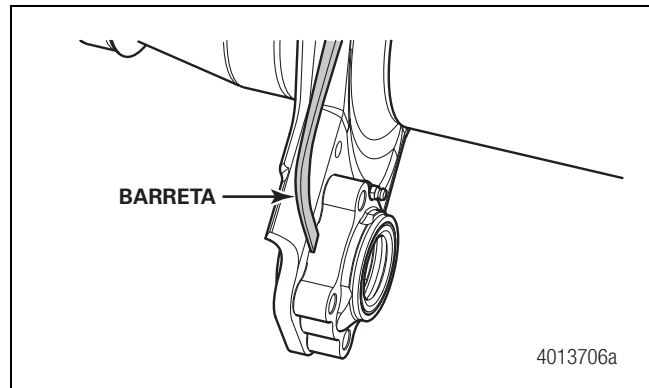

Figura 11.39
4. Usando la barreta, afloje y retire de la araña el portabuje apernado. Figura 11.39.